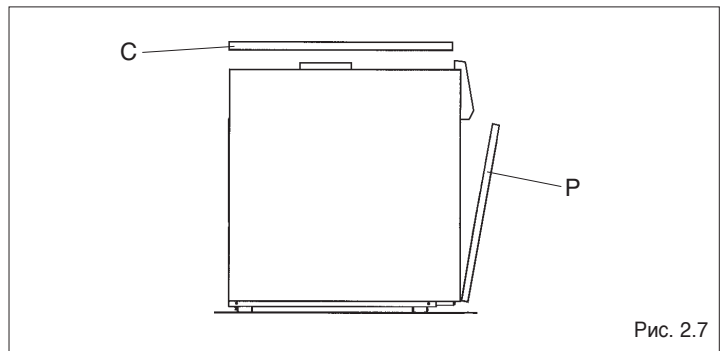

Рис. 2.7
- снимите переднюю (P) и верхнюю (C) облицовочные панели котла (Рис. 2.7)